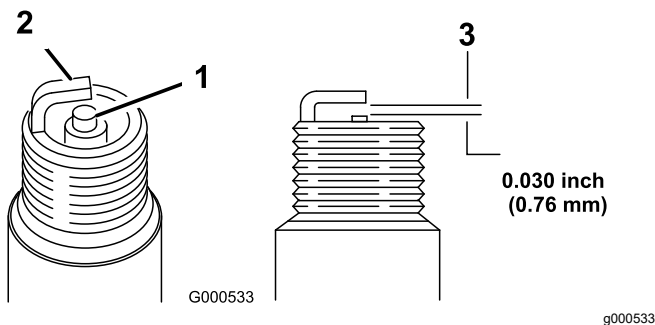

Bild 30
5. Stellen Sie den Elektrodenabstand an der Zündkerze auf 0,76 mm ein, siehe Bild 30.